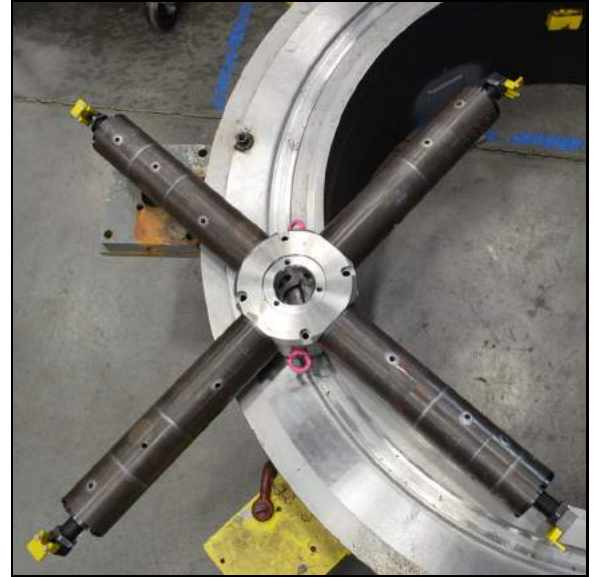

РИСУНОК 3-3. СБОРКА ПАТРОНА ДЛЯ ЗАЖИМА НА ВНУТРЕННЕМ ДИАМЕТРЕ
3. Сборка патрона для зажима на внутреннем диаметре (рис. 3-3).